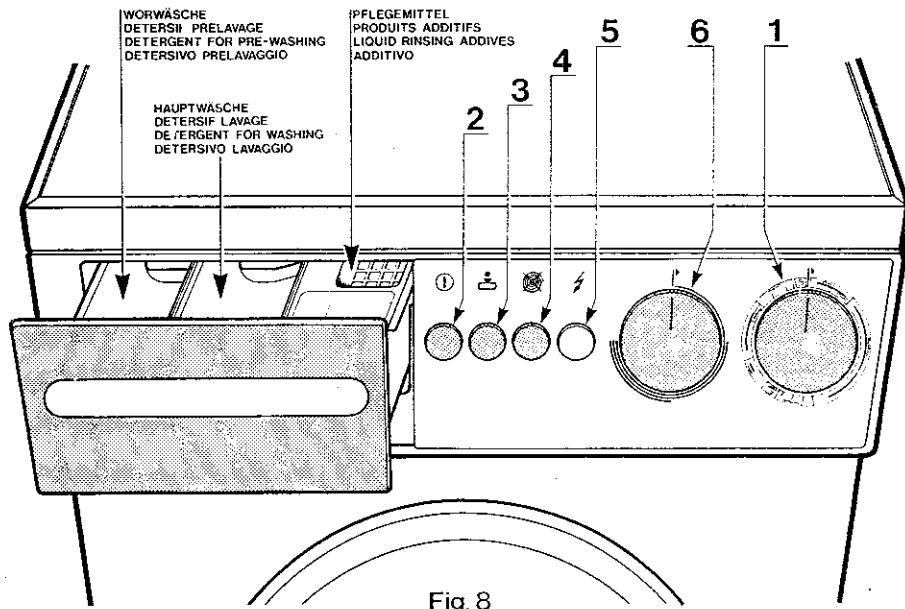

Fig. 8
5) Selezionare la temperatura di lavaggio desiderata girando la manopola n. 6 (fig. 8) in senso orario nei programmi 1-2-3-4 e 5. Nel caso che il programma selezionato sia uno dei delicati, cioè 8-9-10 e 11 posizionare la manopola su una temperatura di 40 C., in queste condizioni la lavatrice eseguirà automaticamente i lavaggi a una temperatura di 40 C circa.
7) Caricare il detersivo. Il detersivo e gli additivi vanno caricati attraverso il portello a tre scomparti posto a sinistra del pannello comandi ai quali si accede aprendolo verso l'esterno (Fig. 8).
8) Scegliere il programma di lavaggio secondo le indicazioni della «Tabella programmi». Ruotare la **manopola programmatore 1** (Fig. 8) fino a che l'indice coincide con il numero del programma prescelto.
5) Sélectionner la température de lavage désirée en tournant le bouton 6 (Fig. 8) dans le sens des aiguilles d'une montre pour les programmes 1-2-3-4 et 5.
8) Choisir le programme de lavage selon les indications du «Tableau des programmes». Tourner le bouton programmateur 1 (Fig. 8) jusqu'à ce que l'index corresponde avec le numéro du programme désiré.